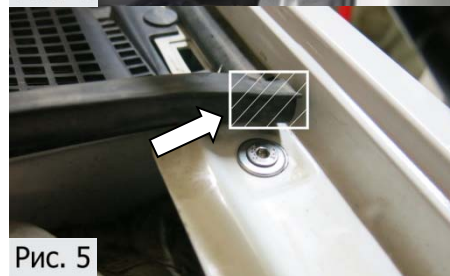

Рис. 5
5. Отрезать поперечный уплотнитель жабо по 25 мм с обоих торцов, (Рис.5).